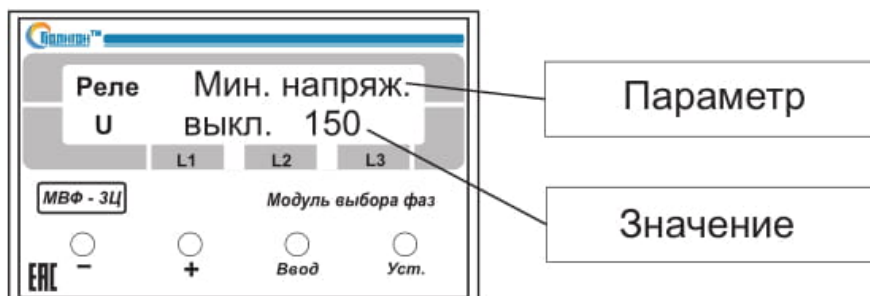

Рис.2
4.2.1. Для входа в режим программирования нажмите и удерживайте 5-6 сек кнопку «Уст.», при этом на дисплее высветится название параметра и его значение (Рис.2).
Рис.2. Схема подключения МВФ-3Ц для работы с мощной нагрузкой. Необходимо включать параллельно катушке пускателя искрогасящую цепочку $R - 51 \text{ Ом } 1\text{Вт}$, $C - 0,1 \text{ мкФ } 630 \text{ В}$.